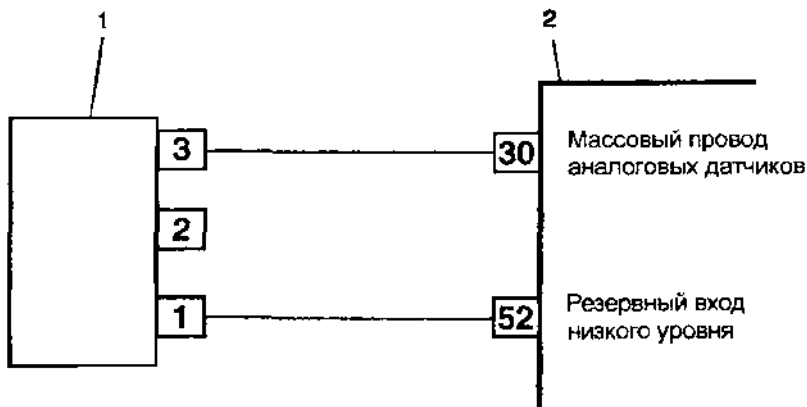

Рис. 3.3.9. Схема проверки цепи ДКК:
3.3.10. Неисправность «несоответствие уровня сигнала датчика концентрации кислорода (ДКК)» (рис. 3.3.9)